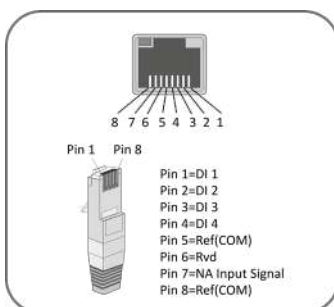

Abb. 45. Kabelanschlussbelegung
1. Isolieren Sie den Draht ab und befestigen Sie ihn in der entsprechenden Klemme (siehe Abb. 45).